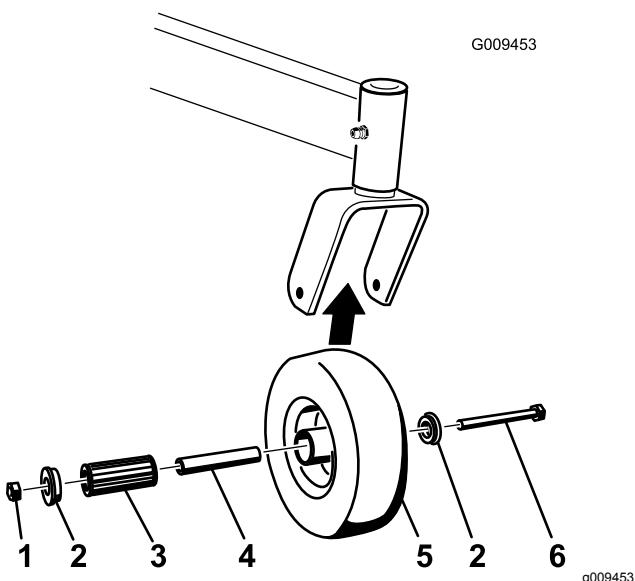

Figura 54
1. Retire la contratuerca y el perno que sujetan la rueda giratoria a la horquilla (Figura 54).
2. Retire un casquillo, y tire del casquillo intermedio y del cojinete de rodillos para sacarlos del cubo de la rueda (Figura 54).
3. Retire el otro casquillo del cubo de la rueda y límpie la grasa y la suciedad del cubo de la rueda (Figura 54).
Nota: Repare o cambie cualquier pieza dañada o desgastada (Figura 54).
5. Coloque un casquillo en el cubo de la rueda (Figura 54).
6. Engrase el cojinete de rodillos y el casquillo intermedio y deslícelos en el cubo de la rueda (Figura 54).
7. Coloque el segundo casquillo en el cubo de la rueda (Figura 54).
8. Instale la rueda giratoria en la horquilla y fíjela con el perno y la contratuerca (Figura 54).
9. Apriete la contratuerca hasta que el casquillo intermedio se apoye contra el interior de las horquillas de las ruedas giratorias (Figura 54).